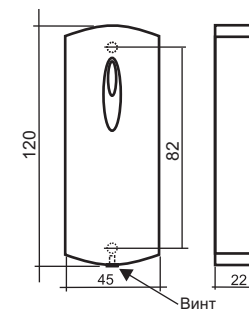

Рис.2 Габариты изделия.
- Разметьте и просверлите отверстия для крепления (рис.2).